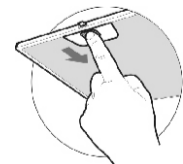

рис. 4
- перед установкой вытяжки снимите алюминиевый фильтр, для этого нажмите на пружинный замок на фильтре и потяните его вниз и на себя (рис. 4);
8.3 Для очистки алюминиевого фильтра извлеките его из вытяжки (рис.4). Произведите очистку фильтра с помощью щетки горячим водным раствором нейтрального моющего средства вручную или в посудомоечной машине (при  $60^{\circ}\text{C}$ ). Сильно загрязненный фильтр не следует мыть в посудомоечной машине вместе с посудой.
- снимите алюминиевый фильтр (рис. 4);